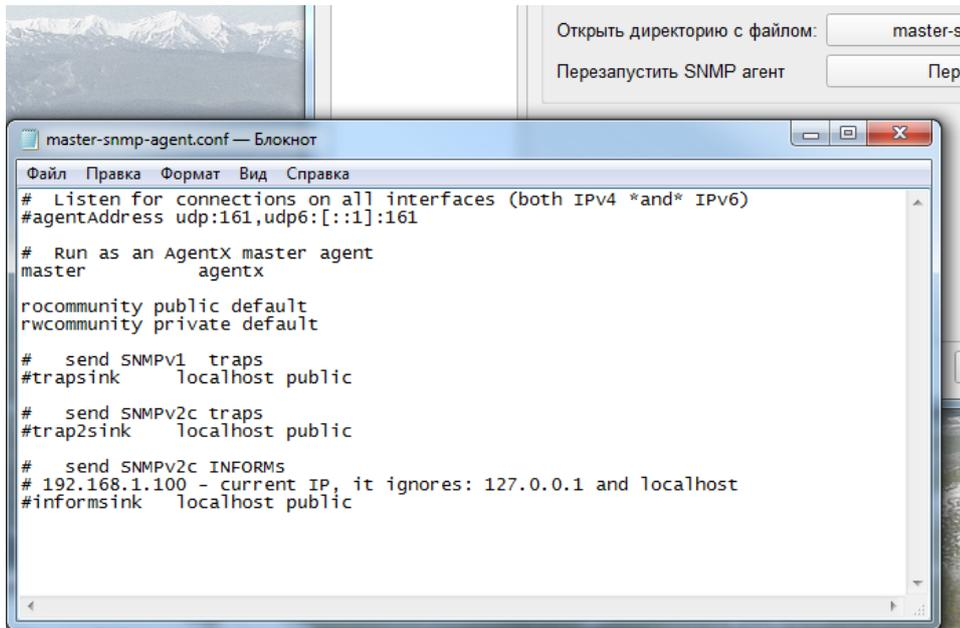

Рис. 15
– Для конфигурирования остальных настроек используется файл *master-snmp-agent.conf*, открыть который можно с помощью кнопки "*master-snmp-agent.conf*" в строке "*Отредактировать конфигурационный файл*". Вид файла настроек приведен на рис. 15. Файл настроек текстовый и может быть открыт любым подходящим редактором вашей ОС.